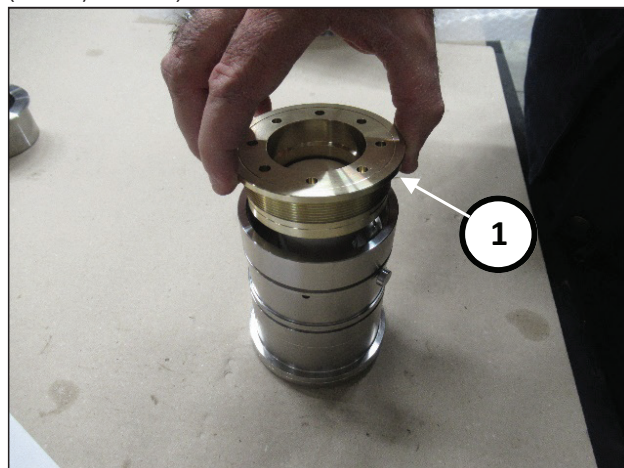
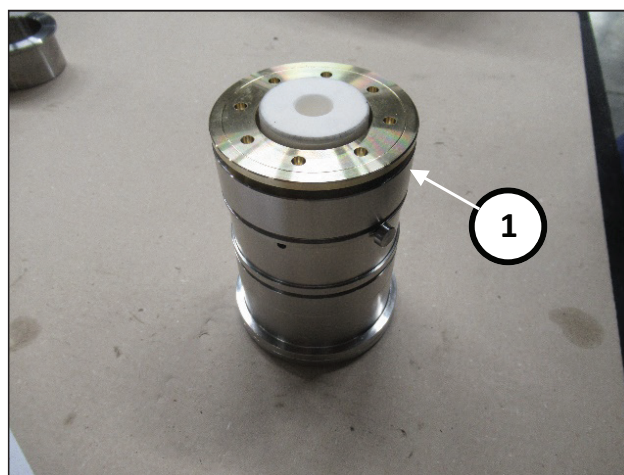

Рис. 186
Рис. 187
Снимите внутреннюю оправку и внешнее кольцо инструмента арт. 27945400, и закрутите опору уплотнения в сборе с уплотнением низкого давления и уплотнительным кольцом O-ring (поз. ①, Рис. 186) до упора (поз. ①, Рис. 187)